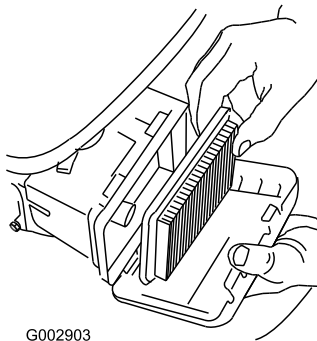

Figure 25
3. Retirez le filtre à air (Figure 25).